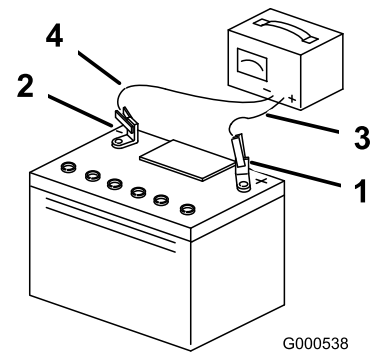

Bild 45
- Wenn die Batterie voll geladen ist, ziehen Sie den Stecker des Ladegeräts aus der Steckdose. Klemmen Sie dann die Klemmen des Ladegeräts von den Batteriepolen ab (Bild 45).